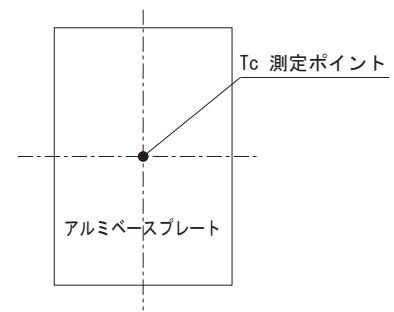

図 6.3 ディレーティング特性
- 複数の電源を並べて使用する場合は、各電源のアルミベースプレート温度がディレーティング特性（図 6.3）に示す温度範囲を越えないよう、十分な冷却効果が得られるようにしてください。
アルミベースプレート温度によるディレーティング特性を図 6.3 に示します。斜線部での使用についてはリップル、リップルノイズが大きくなりますのでご注意ください。